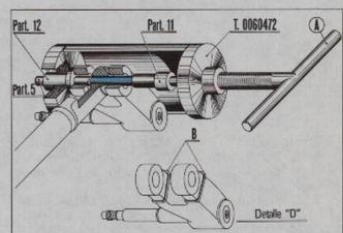
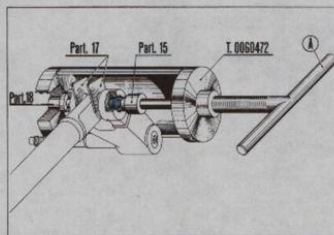

Fig. 63
Fig. 65
### Montaje eje (Fig. 63).
**Nota.**—Antes de efectuar la conexión sobredicha montar los dos anillos guardapolvo «B» sobre el buje oscilante como en el detalle «D» (Fig. 63).
— Quitar del útil T. 0060472 el particular 5 (de guía), parcialmente expulsado en la presente fase de montaje del perno (Fig. 63), dejando siempre instalado el particular 12.
**Posición final cojinetes de agujas «NADELLA» sobre el perno (extremidad eje a tope con el fondo interno de los «NADELLA»)** (Ver Fig. 65).
— Quitar entonces los dos distanciadores (particular 17, fig. 65), y después de haber llenado completamente con grasa (1) el espacio comprendido entre los «NADELLA»-tubo de dirección y buje oscilante, desplazar los anillos guardapolvo «B» (Fig. 63) hasta colocarlos en el antedicho espacio.